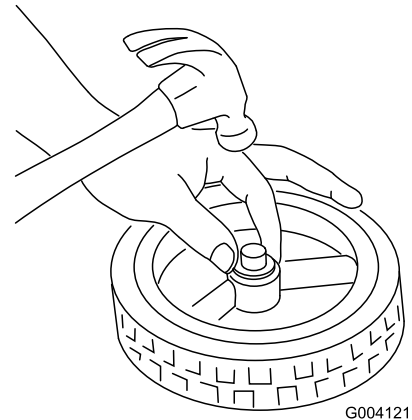

Bild 4
3. Setzen Sie eine Druckmutter auf das Ende der Achse auf und drücken Sie die Mutter mit einem Hammer fest ein (Bild 4).